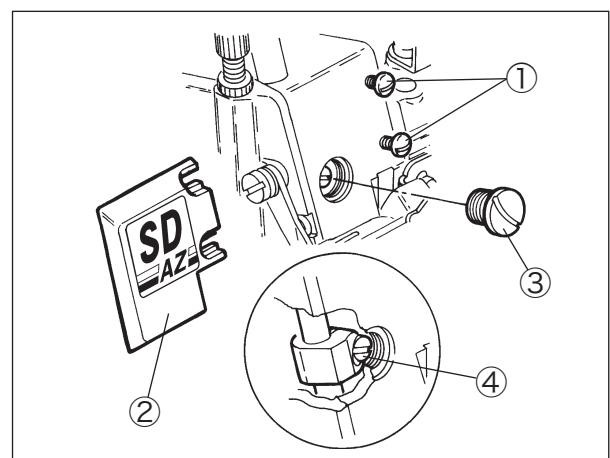

図 6-19
- (1) 止ネジ①を緩め、ロゴマーク板②を取り外す。(図6-19)
- (2) 蓋ネジ③を取り外す。
- (3) プーリを回し針棒を最上点にする。
- (4) 針棒抱キの止ネジ④を緩め、針棒を上下させて調節する。